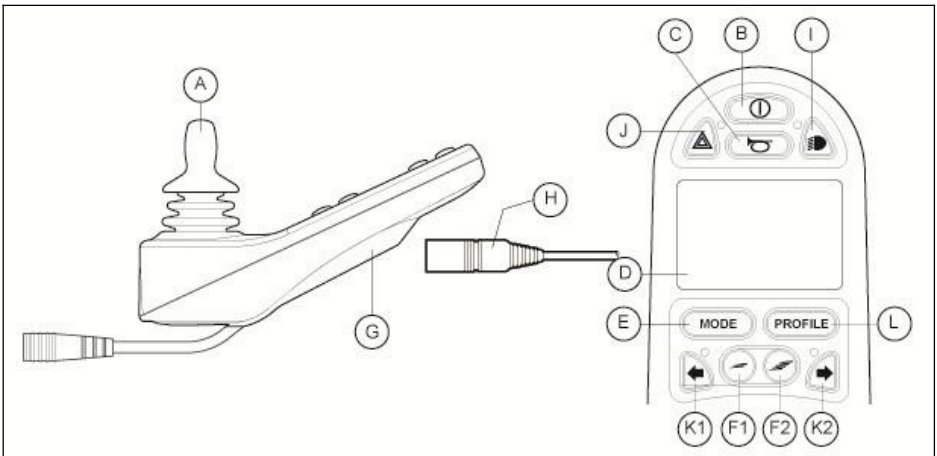
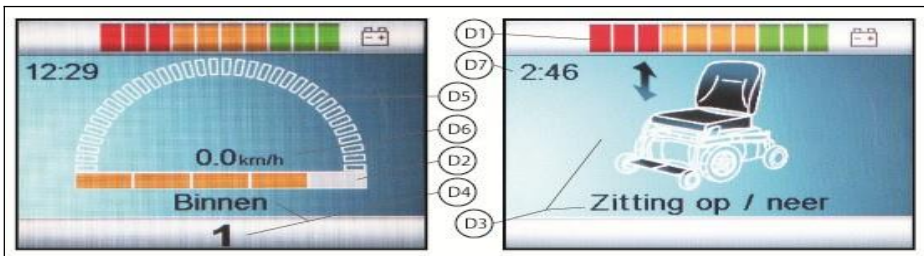

Abbildung 1.2
Abbildung 1.3: links: 'Fahrmodus', rechts: 'Einstellungen'-Modus
Um mit dem Rollstuhl fahren zu können oder um die elektrischen Einstellungen vornehmen zu können, muss die Steuerung eingeschaltet werden. Drücken Sie hierzu auf den Ein-/Ausschalter (B in Abb. 1.2).
Die Höchstgeschwindigkeit wird über den Geschwindigkeitsregler am Bedienteil eingestellt (F1 und F2 in Abb. 1.2). Auf dem Bildschirm gibt der Geschwindigkeitsbalken grafisch die Maximalgeschwindigkeit an (D2 in Abb. 1.3). Während der Fahrt wird die Geschwindigkeit mit dem Joystick eingestellt. Wird der Joystick nur ein kleines bisschen bewegt, dann ist auch die Geschwindigkeit gering.
Mit diesem Bedienteil können Sie mehrere Fahrprofile nutzen. So kann ein Fahrprofil für die Verwendung in der Wohnung den Stuhl "ruhig" reagieren lassen. Für draußen ist es möglich, den Rollstuhl "temperamentvoller" einzustellen. Der Name des aktuellen Profils steht unter dem Geschwindigkeitsbalken (D4 in Abb. 1.3). Mit R-Net ist es möglich, innerhalb jedes Profils die Geschwindigkeit zu regeln.
Zum Ändern des Profils muss die "Profile"-Taste gedrückt werden (L in Abb. 1.2). Drücken Sie auf die "Profile"-Taste, bis das gewünschte Profil ausgewählt wurde.
2. Gehen Sie in den Modus "Einstellungen", indem Sie die Taste „Mode“ drücken (E in Abb. 1.2). Die Steuerung befindet sich jetzt im 'Einstellungsmodus'. Es ist jetzt nicht mehr möglich zu fahren.
- Beleuchtung (I in Abb. 1.2)
- Warnlicht (J in Abb. 1.2)
- Blinker (K1 & K2 in Abb. 1.2)